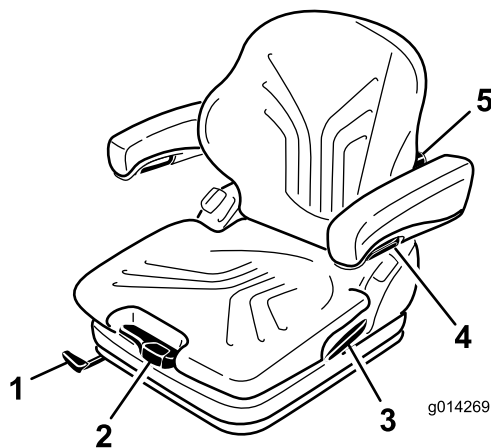

Figura 25
El asiento se ajusta para el peso del conductor tirando o presionando la palanca de ajuste de peso (Figura 25).
1. Para ajustar, levante la palanca para desbloquear el asiento (Figura 25).
Gire el pomo de ajuste hasta arriba para ajustar la curvatura de la parte superior del cojín del respaldo. Gire el pomo hasta abajo para ajustar la curvatura de la parte inferior del cojín del respaldo (Figura 25).
Para ajustar la altura de los reposabrazos, separe el tapón redondo (Figura 25) de la tapa, afloje la tuerca hexagonal (13 mm) situada detrás de la misma; ajuste los reposabrazos a la posición deseada y apriete la tuerca. Vuelva a colocar el tapón en la tuerca.
Para ajustar el ángulo del reposabrazos, gire el pomo de ajuste (Figura 25).
Tire hacia arriba de la palanca de bloqueo para liberar el cierre del respaldo (Figura 25). Mientras suelta el cierre del respaldo, no aplique carga al respaldo haciendo presión sobre el mismo.